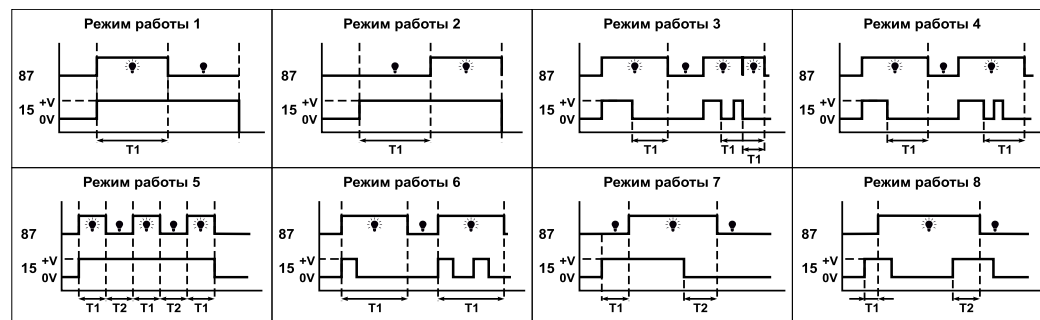

Рис.2
Предназначено для коммутации электрических цепей постоянного тока с номинальным напряжением 12В и используется для включения устройств по алгоритму в соответствии с диаграммами (рис.2).
- 2.3.При подаче питания реле начнёт работать в предварительно заданном режиме в соответствии с диаграммой (рис.2).